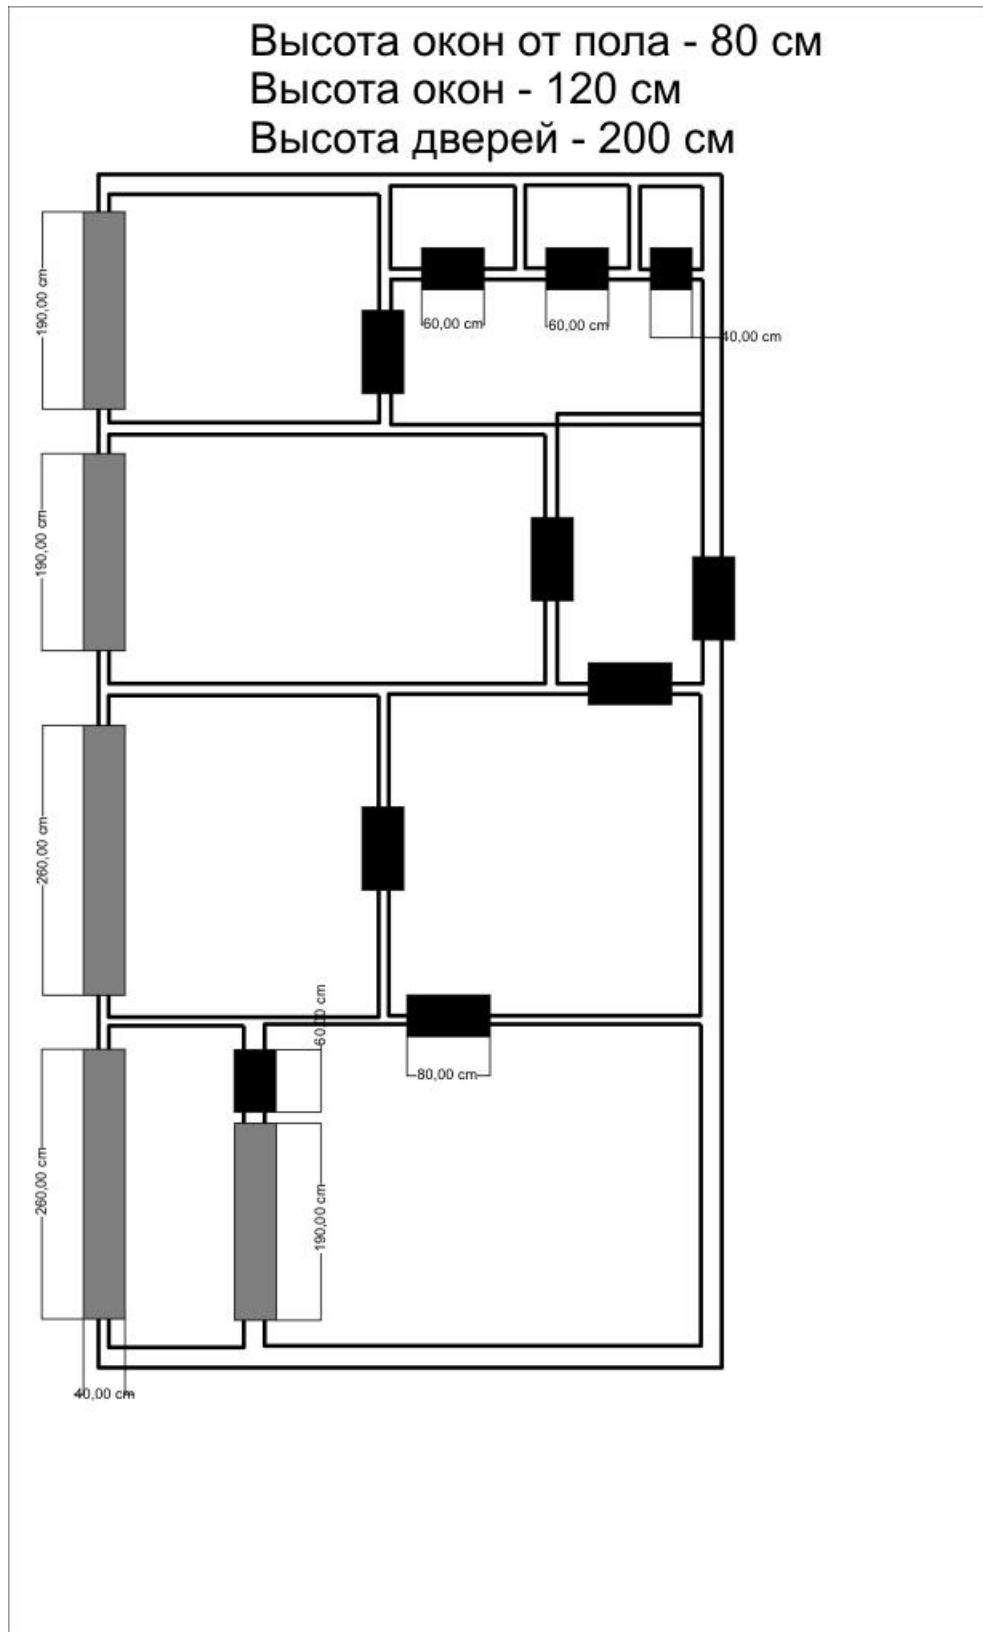

Рис. 2
- * Построение полигональных **заготовок-операнд (Operands)** оконных и дверных проемов (Рис. 2).